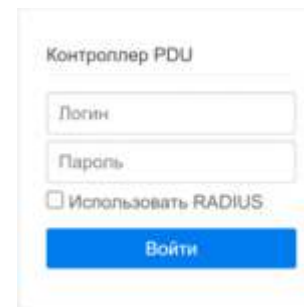

Рисунок 4. Форма авторизации
3. Ввести учетную запись (логин) и пароль при подключении к Контроллеру (рис. 4). Логин: **admin**. Пароль (по умолчанию): **12345**. После успешной авторизации отобразится окно Web интерфейса.